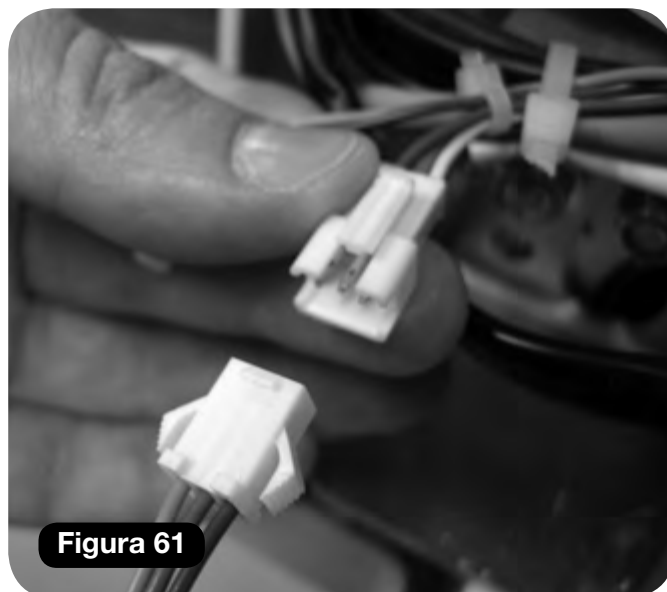

Figura 61
- e Collegare il circuito al toggle (arancio, blu e verde) **(Figura 61).**